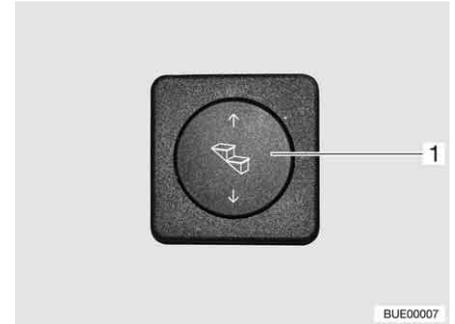

Fig. 6 Pulsador de mando escalón de entrada
- Pulsar la parte inferior del pulsador basculante (Fig. 6,1) y mantenerlo pulsado (por lo menos 3 segundos) hasta que esté completamente extraído el escalón de entrada.
- Pulsar la parte superior del pulsador basculante (Fig. 6,1) hasta que haya introducido completamente el escalón de entrada.